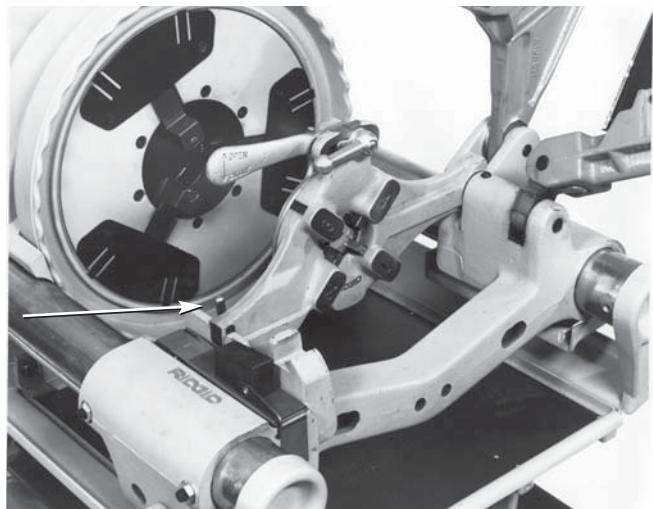

Рисунок 8 – Освободите защелку на головках для левой резьбы
- Освободите защелку на головке 713 или 913 (рисунок 8) и поверните головку в верхнее положение.